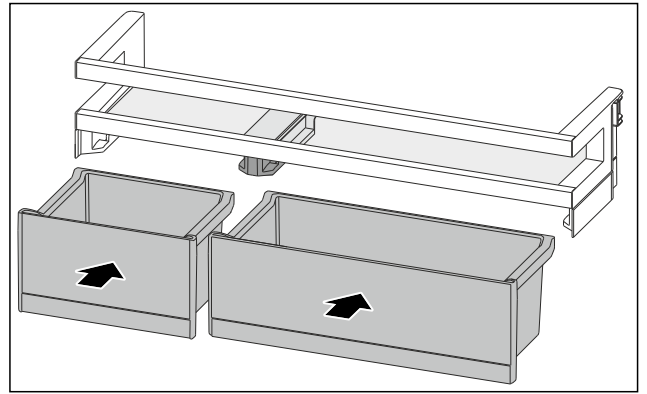

Fig. 187
- ▶ 排列互换后装入 VarioBox。（参见 Fig. 187）